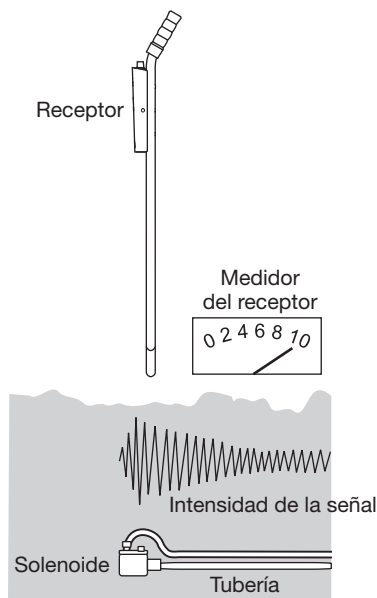

Figura 6 – Localización del Extremo de un Cable Roto
Paso 1. Comience en el reloj. Conecte el conductor rojo del transmisor al cable de la estación que va a la válvula en cuestión, y conecte el conductor negro a tierra (tierra física, el suelo). Encienda el transmisor, ajuste la salida al nivel máximo, ensamble el receptor, localice la trayectoria, y comience a rastrear el cable siguiendo la anulación. La anulación estará presente hasta que usted pase sobre una válvula de solenoide, y entonces la señal cambiará y será sumamente fuerte. Marque este punto. Revise alrededor de este punto caliente para ver si hay una anulación que se aleja del área. Si la anulación continúa, sígala y marque todos los puntos calientes adicionales. (Consulte la Figura 6). Si solamente se localiza un punto caliente o una válvula, ésta será la válvula en cuestión.